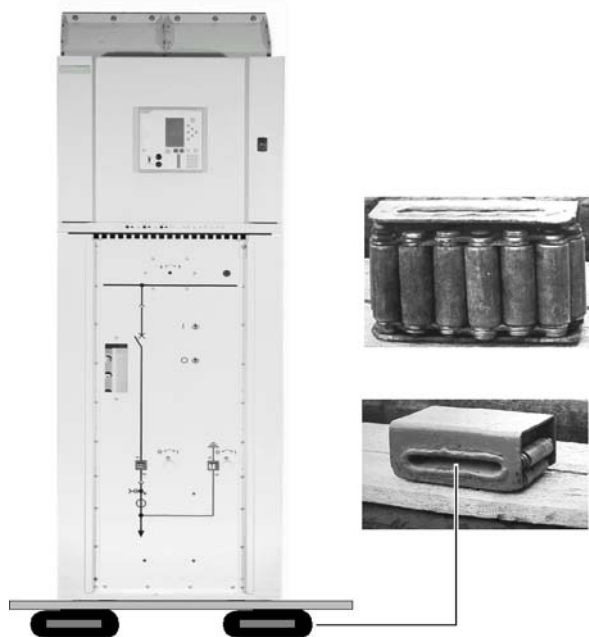

Рис. 19. Перемещение отдельной панели на роликовых транспортерах
- ⇒ Удалите деревянный поддон и опустите груз на роликовые транспортеры (усиленные ролики) “Рис. 19. “Перемещение отдельной панели на роликовых транспортерах” на стр. 32.